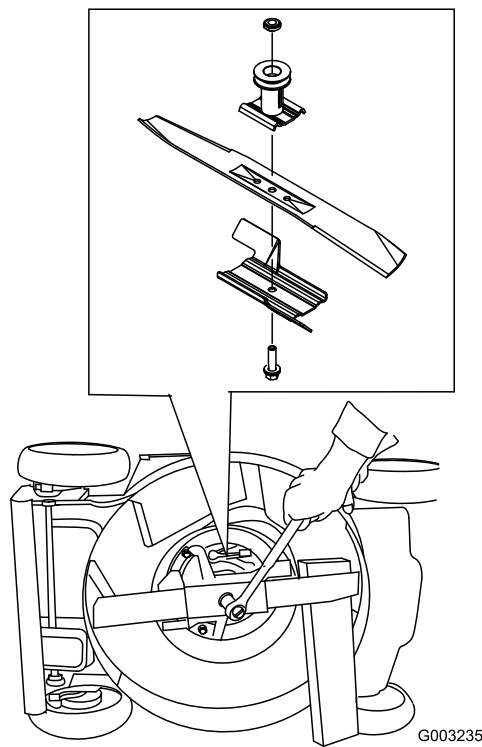

Bild 39
3. Stabilisieren Sie das Messer mit einem Holzblock (Bild 39).